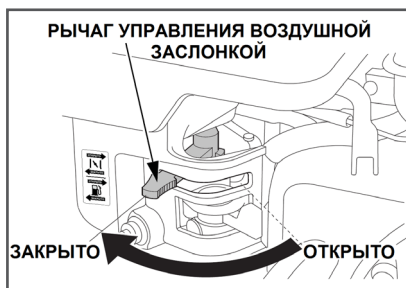

Рис. 27. Рычаг управления воздушной заслонкой
3. Закройте воздушную заслонку карбюратора. Для этого переведите рычаг управления воздушной заслонкой в крайнее левое положение (Рис. 27)